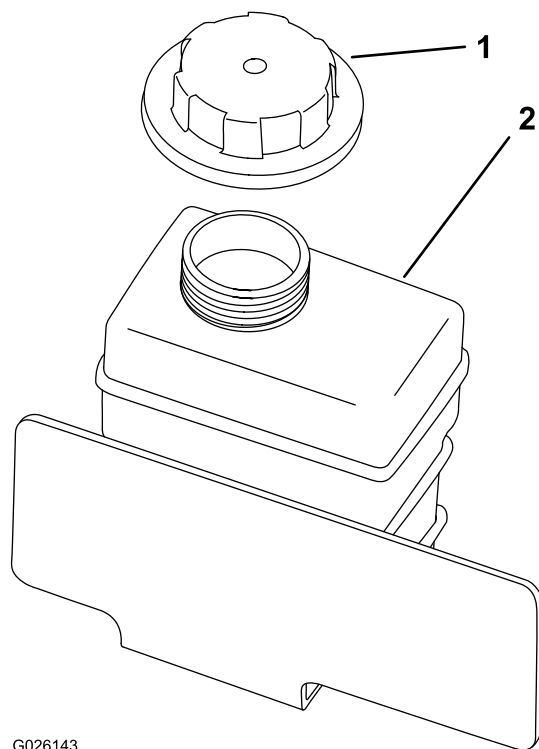

図 53
4. 冷却液タンクのキャップを取る 図 53。
8. 補助タンクにも、補給管の根元までゆっくりと冷却液を補給する 図 53。
9. 補助タンクのキャップを取り付けて終了 図 53。